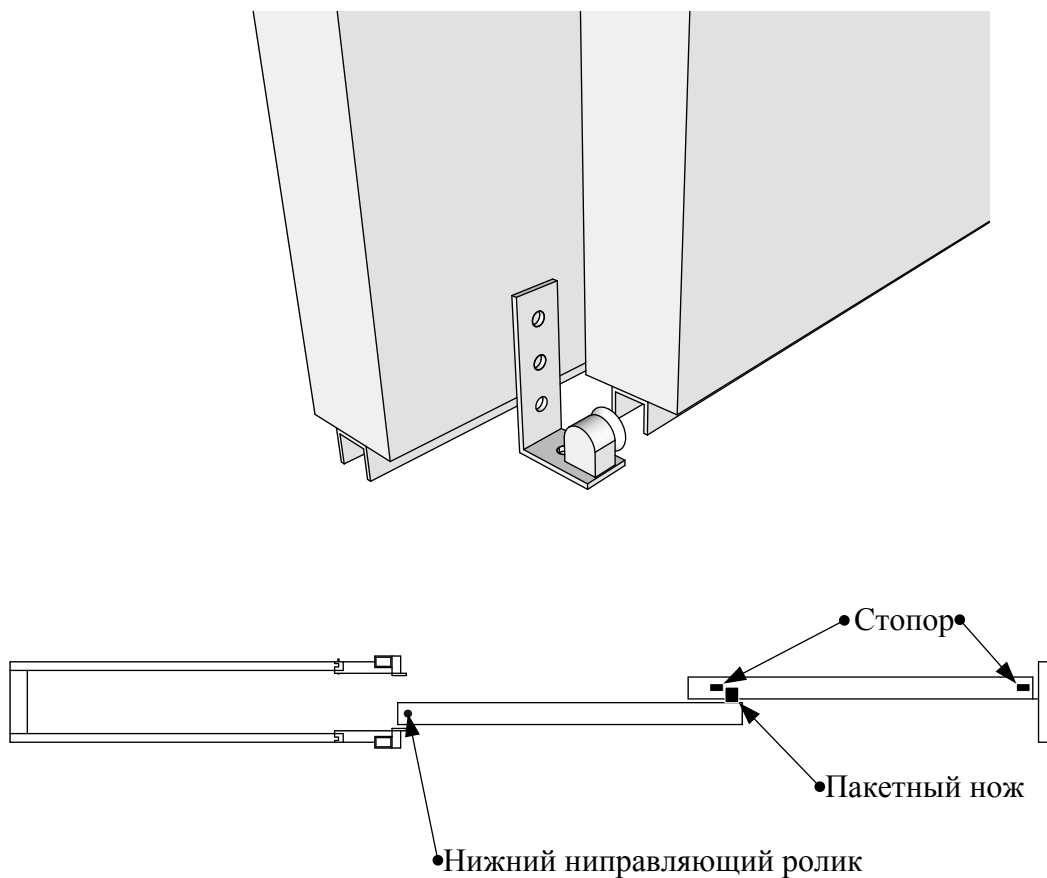

Рисунок 23
10. Установить пакетный нож на дверном полотне, которое будет выходить из тела пенала вторым. Установить стопоры для пакетного ножа на нижней направляющей первого полотна (Рис. 23).